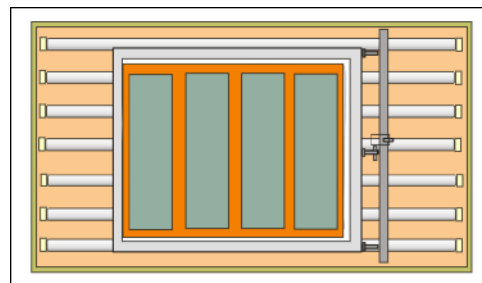

Imagen 321
- 5- Sin mover el bastidor, se instalan los elementos del contacto para presionar y se da la exposición a la luz (Imagen 321).